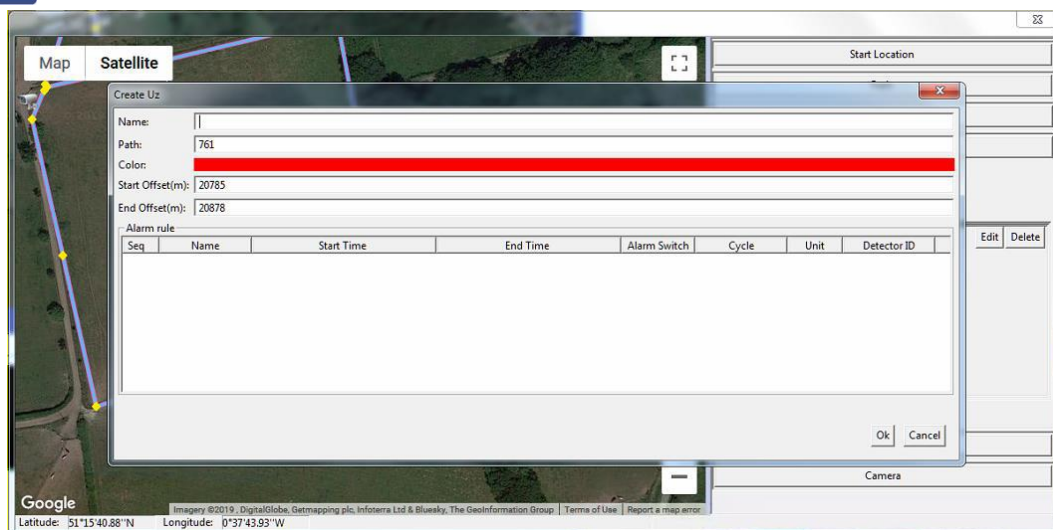

Рисунок 62. Настройка новой пользовательской области
- **Добавление пользовательской области.** Как показано на рис. 56, нужно нажать на кнопку «Add Uz» (Добавить пользовательскую область), а затем указать на карте границы новой пользовательской области, как показано ниже на рис. 62: